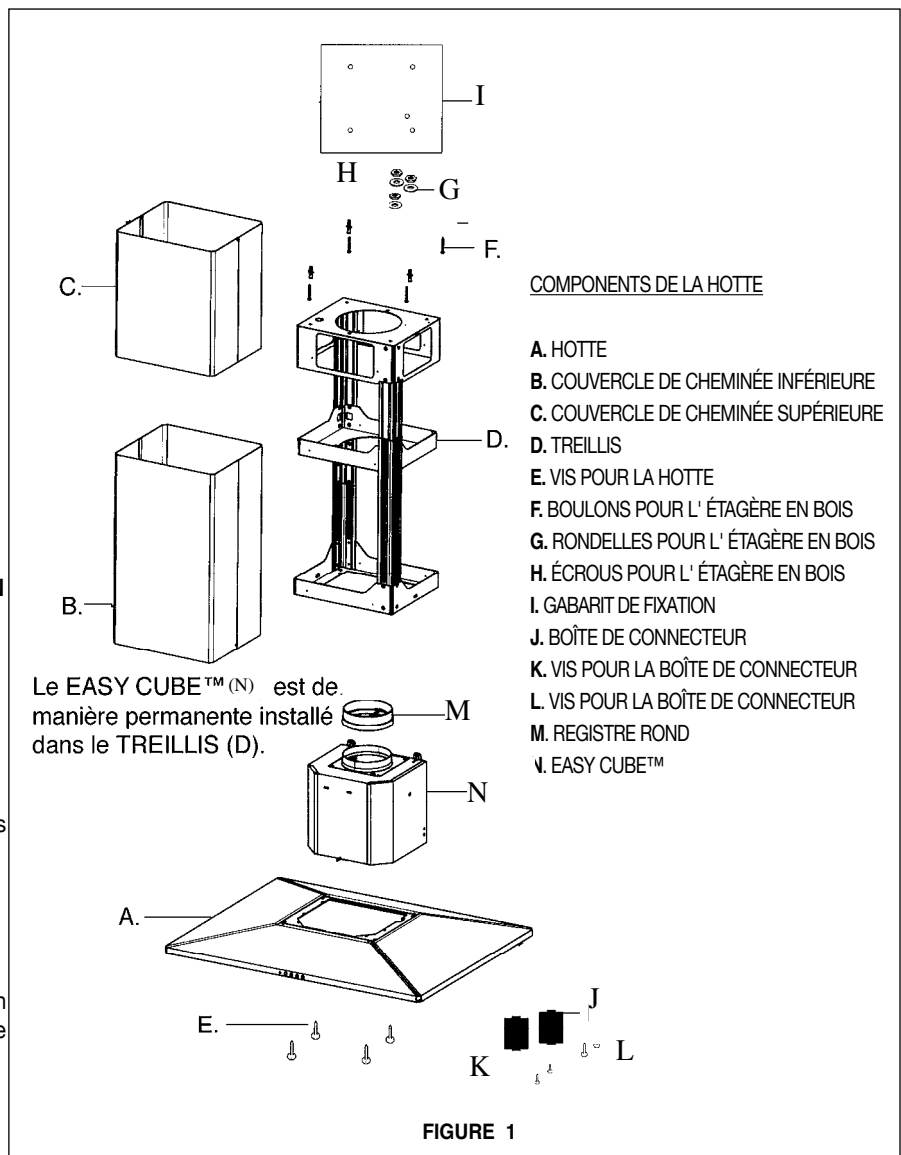

FIGURE 1
2. Attach the duct work to the DAMPER (**M in FIGURE 1**). Make sure to seal all joints with duct tape to prevent leaks.
Ductless installations require a **Ductless Conversion Kit** whose components are pictured in **FIGURE 12**. Do not use the DAMPER (**M in FIGURE 1**) for ductless installations. The LOWER CHIMNEY COVER (**B in FIGURE 1**) should be discarded and replaced by the new one with holes from the **Ductless Conversion Kit** (**D in FIGURE 12**).
Séparer le COUVERCLE CHEMINÉE SUPÉRIEURE (C de la FIGURE 1) et le COUVERCLE CHEMINÉE INFÉRIEURE (B de la FIGURE 1) du TREILLIS (D de la FIGURE 1) en dévissant les quatre vis.
La hotte se fixe au plafond à l'aide d'un support métallique (D de la FIGURE 1). Ce support doit être fixé au plafond avant que la hotte ne soit installée au support. Puisque cette structure supporte le poids de la hotte, elle doit être fixée fermement au plafond. **POUR DES PLAFONDS EN BOIS** - Utiliser quatre longues vis à bois 4 po. et rondelles. **POUR LES PLAFONDS EN PLÂTRE OU EN PANNEAUX MURAUX SECS** - Si possible, le support doit être fixé aux solives du plafond, sinon, une structure supportante doit être érigée derrière le panneau mural sec. **POUR L'ÉTAGÈRE EN BOIS** - Utiliser F, G, & H de la FIGURE 1.
7. Pour installations avec conduit, placer le REGISTRE ROND (N de la FIGURE 1) dans l'ouverture d'échappement de la hotte et appuyer fortement sur le registre.
2. Brancher le conduit sur le REGISTRE ROND (**M de la FIGURE 1**) et sceller toutes les connexions avec du ruban à conduit.
Installations sans conduit requièrent le **Kit Pour Conversion Du Conduit (FIGURE 12)**. N'utilisez pas le REGISTRE ROND (**M de la FIGURE 1**) pour les Installations sans conduit. Jeter le COUVERCLE CHEMINÉE INFÉRIEURE (**B de la FIGURE 1**) et remplacer avec le couvercle de cheminée inférieure avec trous d'échappement d'air dans le **Kit Pour Conversion Du Conduit (D de la FIGURE 12)**.